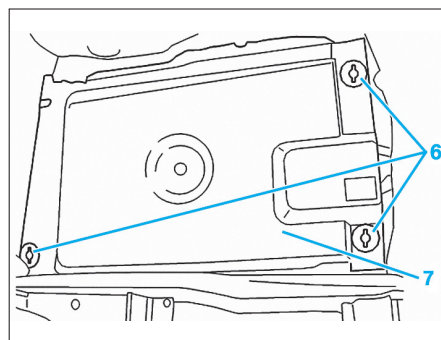

Fig. 23
- Déposer (Fig.23) :
- les fixations (6),
- le couvercle (7).